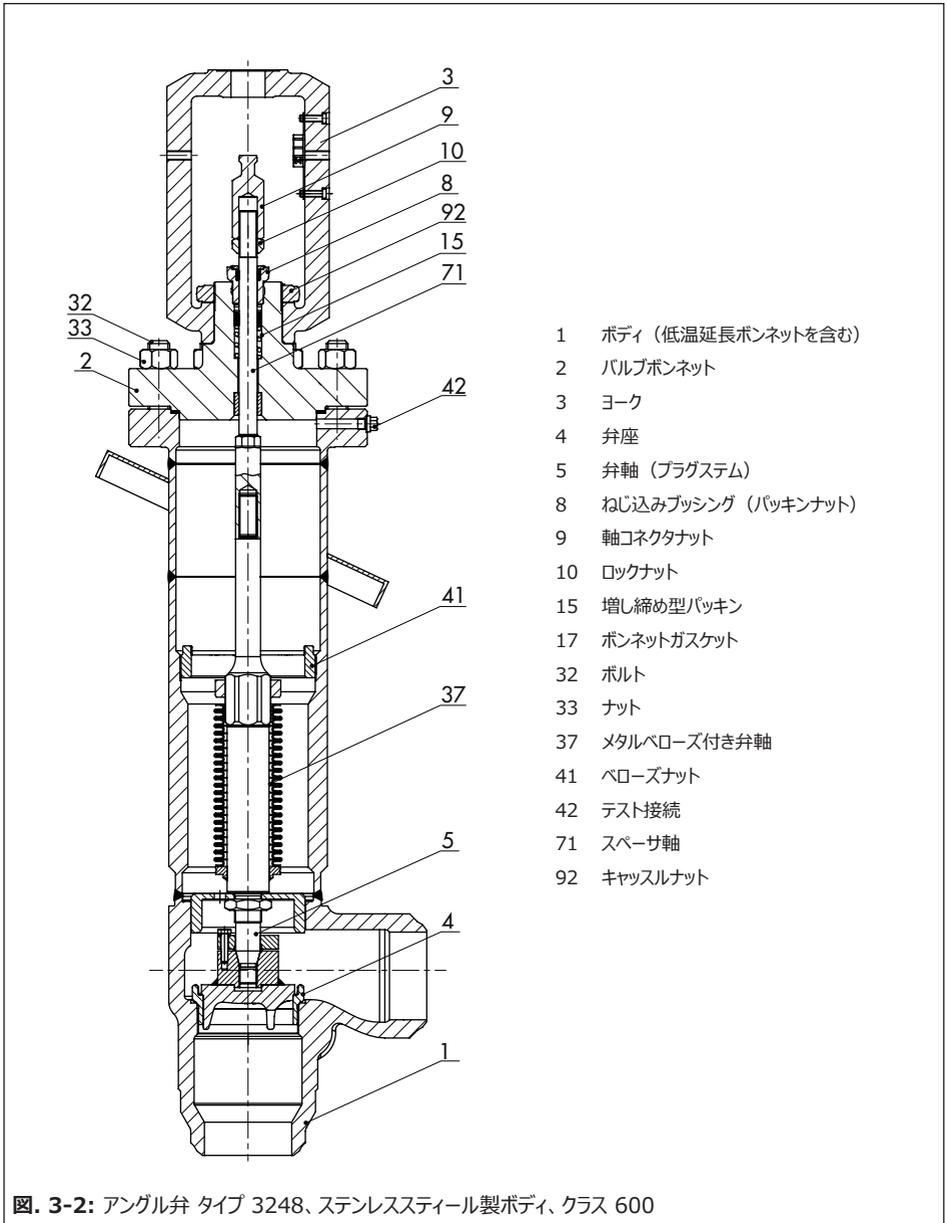

図. 3-2: アンゲル弁 タイプ 3248、ステンレススティール製ボディ、クラス 600
(図. 3-2 をご覧ください)
仕様では、バルブボンネット (2) は中間部品として設計されています。ヨーク (3) はキャススルナット (92) でバルブボンネットに留めまます (図. 3-2 をご覧ください)。